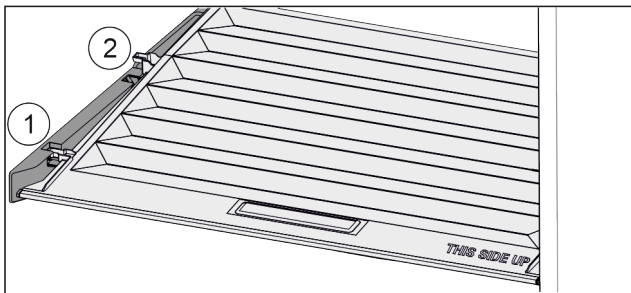

Fig. 40
- ▶ Poklopac do otvora u pridržnim dijelovima povucite prema naprijed *Fig. 40 (1)*.
- ▶ Podignite ga odozdo sa stražnje strane i izvadite prema gore *Fig. 40 (2)*.